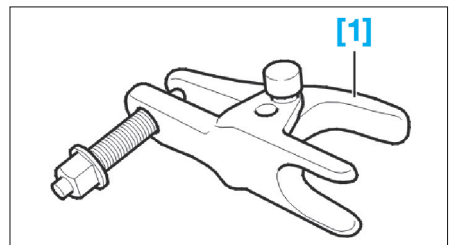

FIG. 7
- [1]. Extracteur pour rotule de pivot (réf : 999 2945) (Fig.7).